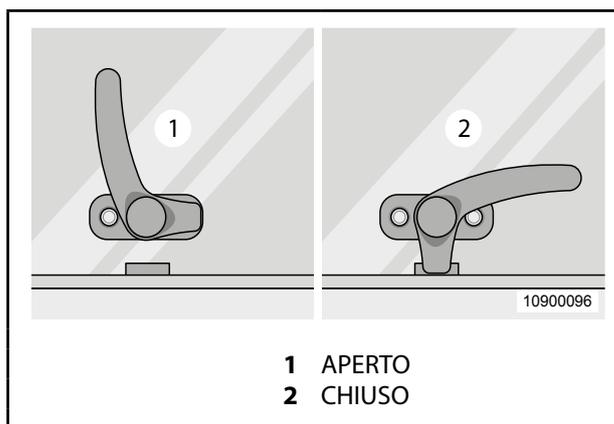

Fig. 21 Bloccaggio finestrino
1. Girare la leva di bloccaggio finestrino nella posizione „APERTO“ (Fig. 21, Pos. 1).